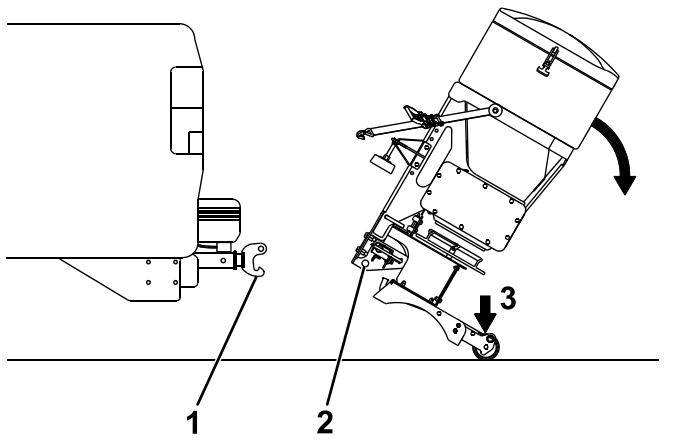

图 25
6. 向下倾斜撒布机松开 RT3 附件的顶销图 25。
7. 稳稳抓住撒布机并站在支腿总成上将其向后旋转直至 RT3 附件的底销离开 RT3 挂钩图 25。